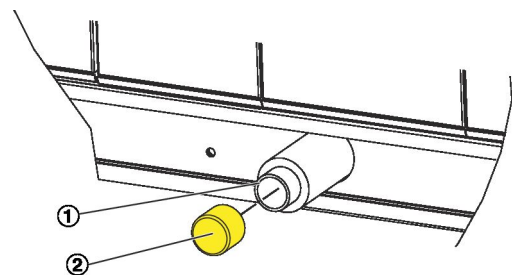

Рис. 30: Сливной патрубок
2. ▶ Удалите защитный колпачок (Рис. 30/2) с каждого патрубка (Рис. 30/1) дренажного поддона.
4. ▶ Подсоедините дренажный бачок к сливному патрубку (Рис. 30/1).